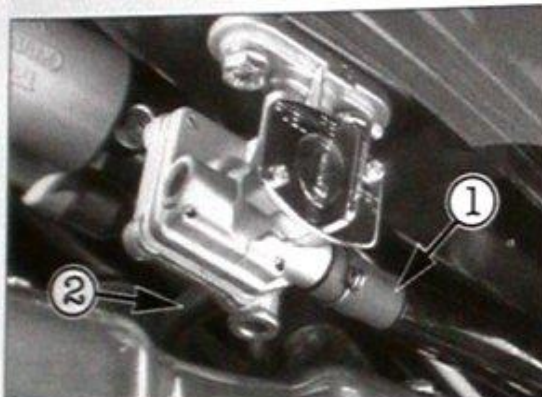

Bild 9
- Kraftstoffhahn auf ON drehen (Bild 9).